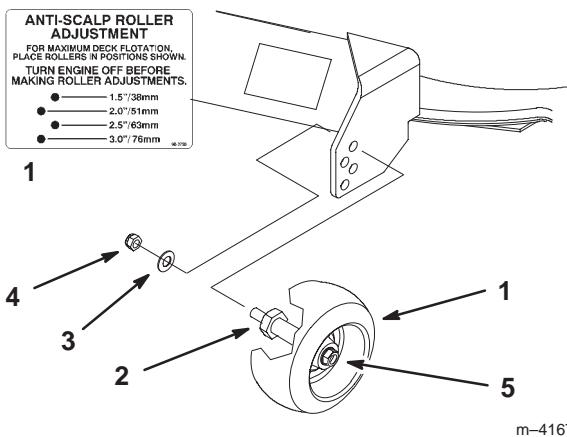

Figure 19
3. Lorsque la hauteur de coupe est réglée, enlevez l'écrou et la rondelle tout en maintenant le goujon avec une clé (Fig. 19).
Remarque : N'enlevez pas l'écrou et la rondelle de la roue (Fig. 19).
4. Choisissez le trou pour que la roue de jauge se trouve le plus près possible de la hauteur de coupe correspondante voulue (Fig. 19).
5. Remettez l'écrou à collet et la rondelle élastique. Serrez à 54,2–61,0 Nm (40–45 pieds-livre) (Fig. 19).